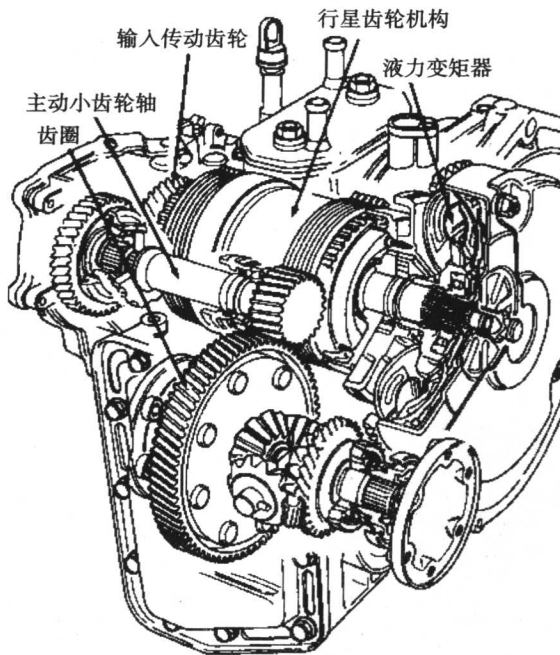
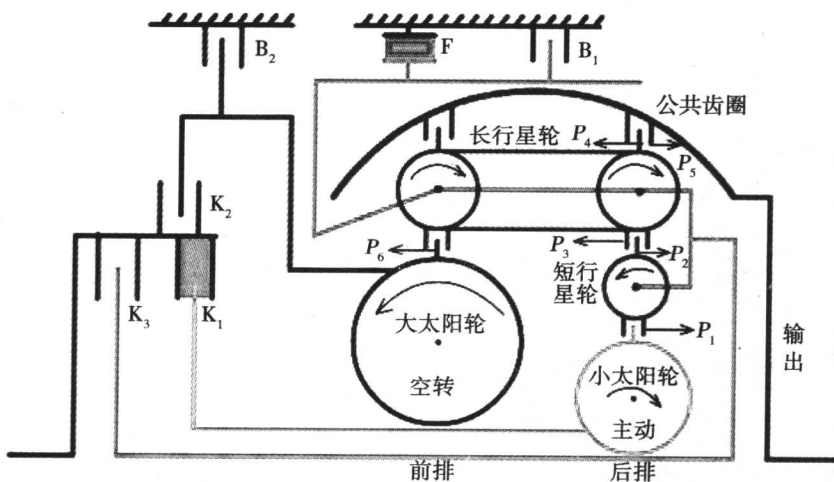

图 1-1-3 拉维奈尔赫式自动变速器总体构造图
图 1-1-4 拉维奈尔赫行星齿轮机构传动原理图
- 3 和图 1-1-4 所示。
从图 1-1-3 和图 1-1-4 可知,拉维奈尔赫式行星齿轮机构也是由太阳轮、齿圈、行星轮及架等三组件组成,它的结构特点是由两排行星齿轮机构,前后排共享一个齿圈。后排或前排在太阳轮与齿圈间夹着两级行星轮,两级行星轮也是装在同一个行星架上。